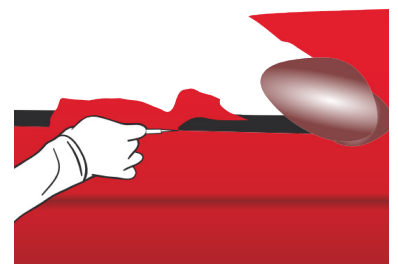

Abbildung 31
- › Um den Zuschnitt durchzuführen, muss die Klinge des Cutters flach, zwischen der Karosserie und der Dichtung, und dabei senkrecht zur Dichtung angelegt werden. Führen Sie den Zuschnitt durch, indem Sie dabei diese Ausrichtung der Klinge beibehalten. (Abb. 31)